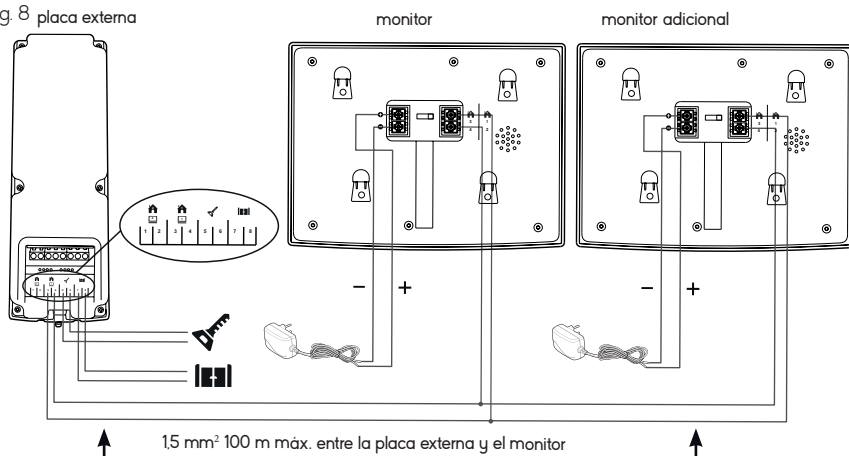

Fig. 9
- **Fig. 9:** 2 familias - 1 monitor en cada una de ellas (2 monitores en total)